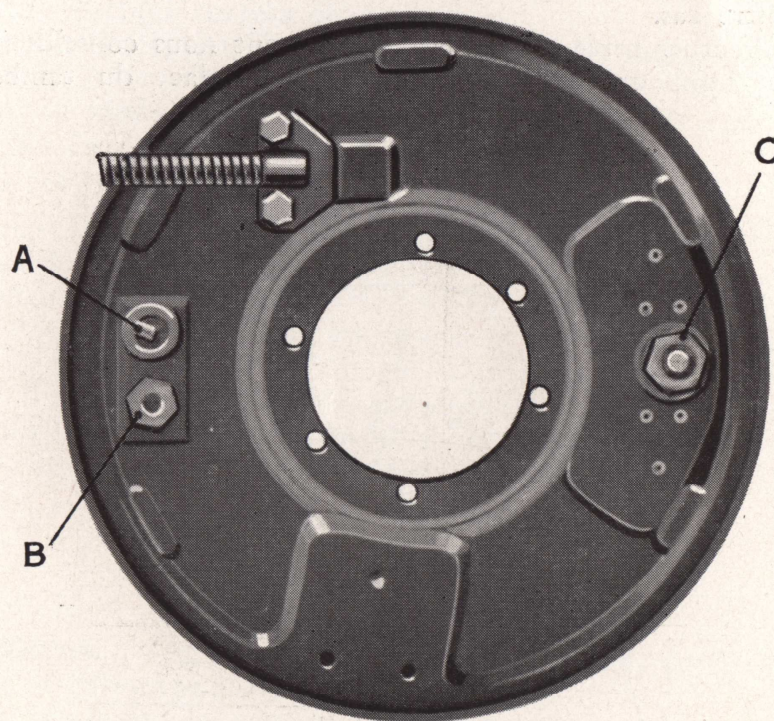

Fig. 19.
b) Tourner le méplat de réglage (A) de chaque frein jusqu'au blocage (Fig. 19).